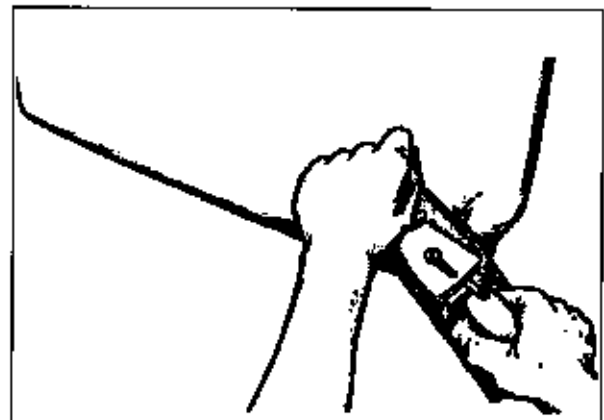

Abb. 7-3 Hobeln oder raspeln Sie den verformten Bereich, nachdem Sie ihn mit dem Hammer soweit wie möglich zurückgetrieben haben.
- Die Schadensstelle wird dann mit Hobel oder Feile soweit wie möglich nachgearbeitet (Abb. 7-3). Muß man größere Teile entfernen, ist ein Hobel, wie wir ihn für die Holzbearbeitung benutzen, das richtige Werkzeug. Dazu wird die Oberfläche mit einem Gleitmittel, z.B. Vaseline, eingerieben. Die Klinge des Hobels wird auf mittlere Tiefe eingestellt. Sie muß scharf sein.